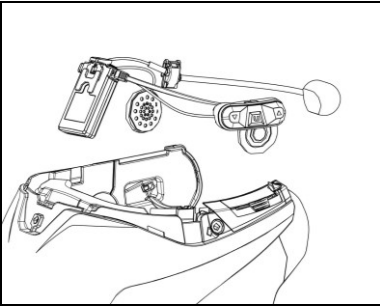

Abb. 7
- Fügen Sie das System in den eigens dafür ausgesparten Bereich auf der Helmrückseite ein und drücken Sie es bis ans Ende des Führungsschlitzes (Abb. 7).